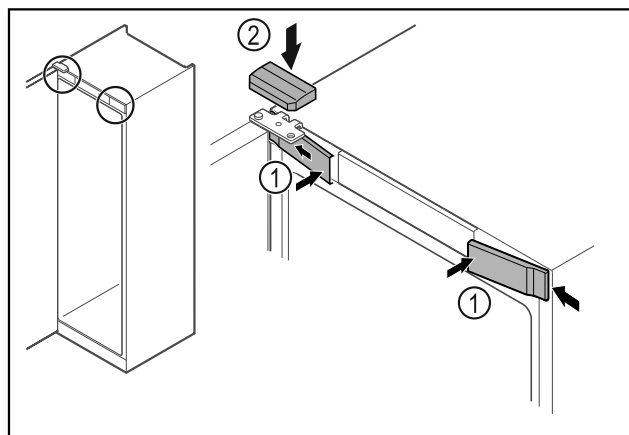

Fig. 49 *
- ▶ Przednie ostonki Fig. 49 (1) założyć z boku i zacześcić.*
- ▶ Górną ostonkę Fig. 49 (2) zacześcić od góry.*